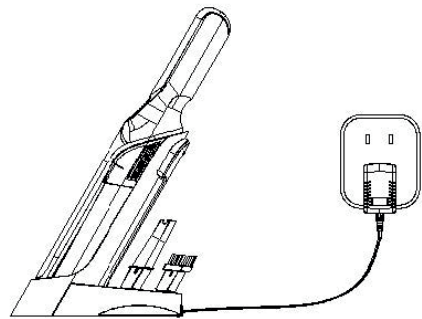
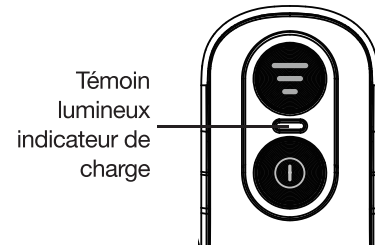

Fig. 5
Fig. 6
5. Posez l'aspirateur sur le socle de charge (**figure 5**). Lorsque les connecteurs de charge de l'aspirateur sont en contact avec les connecteurs de charge du socle, le témoin lumineux indicateur de charge clignote (**figure 6**), ce qui signifie que l'aspirateur est en train de se recharger. Lorsque le témoin lumineux est vert, cela signifie que l'appareil est totalement rechargé.